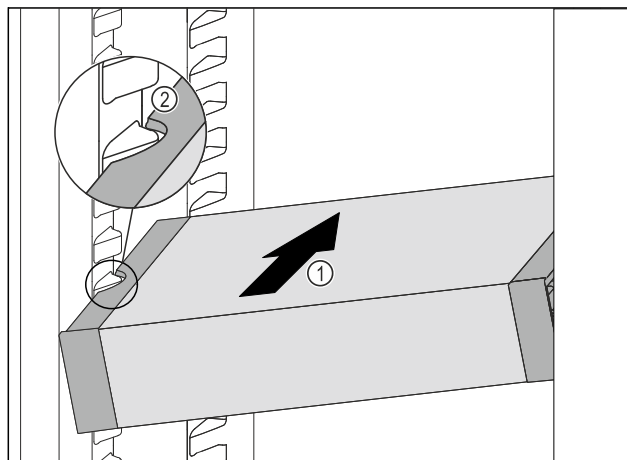

Fig. 73
- ▶ VarioSafe wsunąć ukośnie do chłodziarki Fig. 73 (1), aż boczne wycięcia Fig. 73 (2) VarioSafe będą się znajdować na wysokości żeber pojemnika w chłodziarce.